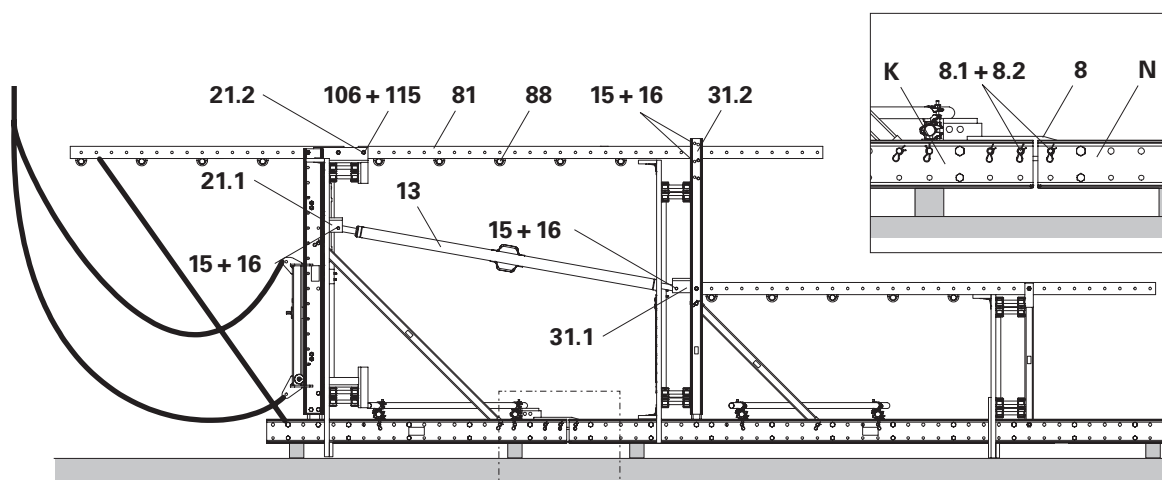

Fig. C4.12
4. Come protezione anticaduta, collegare i tubi di impalcatura (**88**) alla morsa A64. (Fig. C4.12)